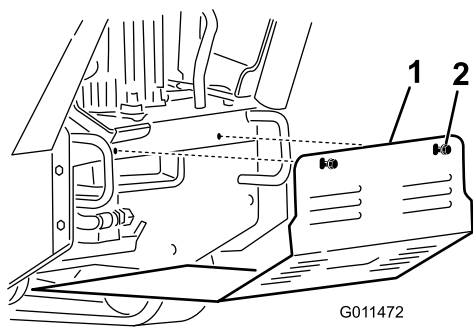

Figura 26
2. Afloje secuencialmente los dos pernos que sujetan el protector inferior hasta que el deflector quede libre (Figura 26).
- 2. Coloque el protector inferior en la máquina de manera que descansa sobre las 4 pestañas (Figura 26).